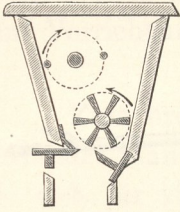
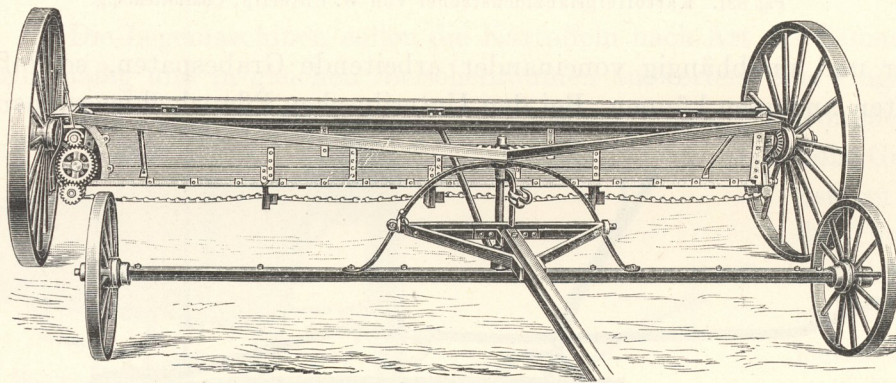
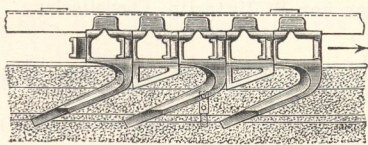

Fig. 823.
Fig. 824. Westfalia-Düngerstreumaschine von F. Cuxmann & Co. in Bielefeld.
Fig. 825. Streukette der Fig. 824, von oben gesehen.
a) **Schlitzmaschinen** besitzen entweder am Boden des Düngerkastens (Fig. 823) oder in seiner Rückwand (Fig. 824) einen durch die ganze Breite der Maschine gehenden Schlitz von verstellbarer Weite, durch den das Düngematerial hindurchfällt. Ist der Schlitz am Boden, so wird das gleichmäßige Hindurchfallen des Düngers durch eine Walze befördert. Solche Maschinen sind einfach und haben sich besonders auch als Kalkstreumaschinen bewährt. Befindet sich der Schlitz in der Rückwand des Düngerkastens, so ist die in Fig. 825 dargestellte Einrichtung sehr verbreitet. Hierbei bewegt sich eine durch Zahnradgetriebe vom Fahrrad aus angetriebene eiserne, endlose Glieder-Streukette in dem Saatkasten von einer zur anderen Seite und schiebt dabei den Dünger durch einen Schlitz